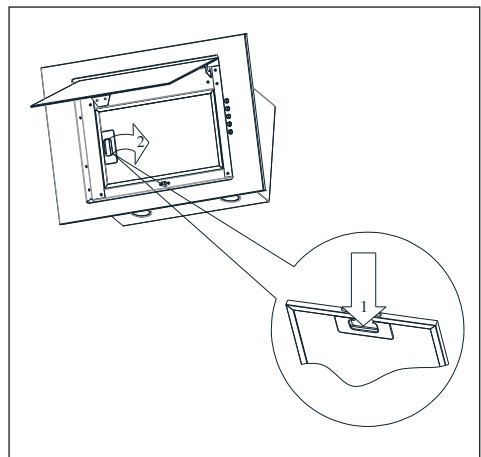

Fig.13 Extracción del filtro de grasa de aluminio
4. Abrir la tapa de la campana y quitar el filtro de grasa (Fig.13).